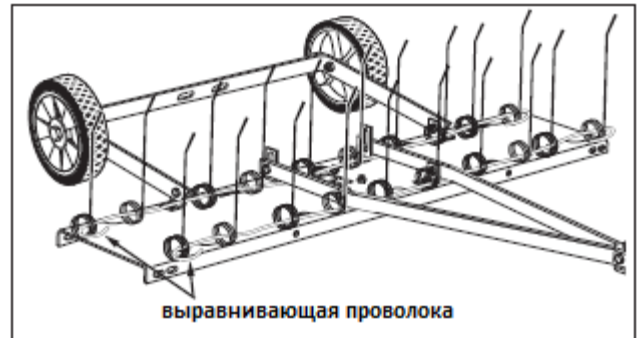

Рис. 8
14. Пропустите выравнивающую проволоку через передний и задний ряд зубьев (между рычагами и щитком). Загните концы проволоки (рис. 8).